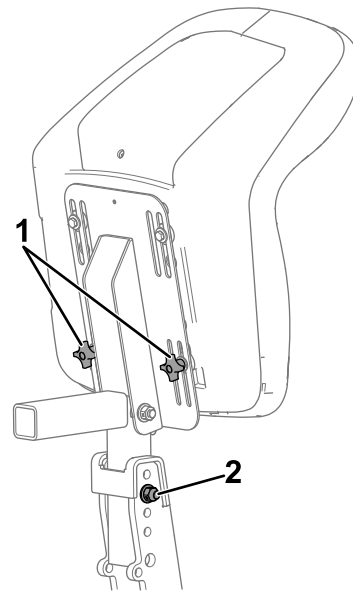

Figure 3
3. Desserrez les boutons sous le siège (Figure 3) pour faire coulisser le siège en avant ou en arrière selon les besoins.
4. Pour régler la hauteur du siège, retirez le boulon et l'écrou de réglage sur le support du siège (Figure 3) et réglez le siège à la hauteur voulue.